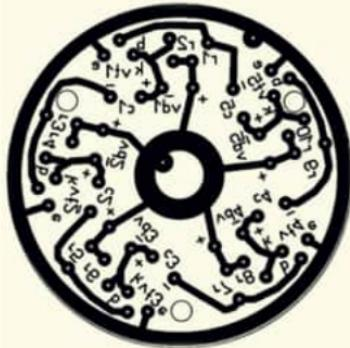

Рис. 3. Печатная плата.
**Рис. 3. Устройство самодельного эпидиаскопа.** Корпус аппарата — отполированная изнутри кастрюля. Внизу — препарат. В крышке 4 отверстия для установки ламп и одно — для установки объектива. Наводка на резкость — вращением оправы объектива.